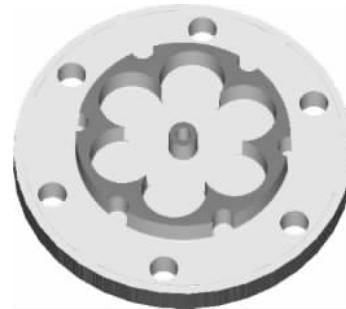

图 5-148 模拟加工结果
(13) 单击加工操作管理器中“选择全部操作”按钮 ，单击“切换刀具路径现实的选择操作”按钮 ，显示所有刀具路径。单击加工操作管理器中的“实体加工模拟”按钮 ，系统弹出“实体切削验证”对话框，单击“模拟执行”按钮 ，模拟加工结果如图 5-148 所示。